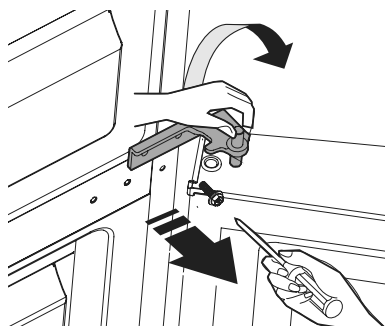

Figura 9
- 10 Quite los tres tornillos de la bisagra central y deje la bisagra aparte (ver Figura 9).